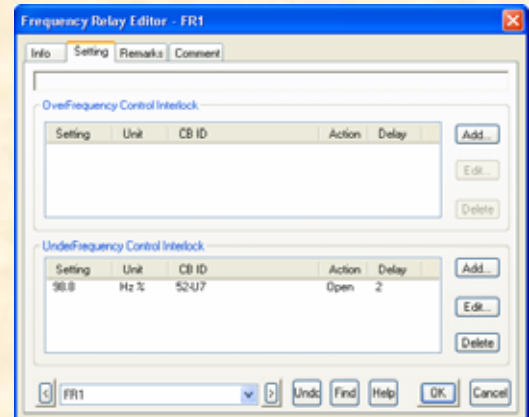

図 3
ここで、母線 B-FreqDrop に接続された周波数継電器(81) FR1 を、周波数が 98.8% 以下に 2 秒間継続した場合に、遮断器 52-U7 が開くように設定します。(図 3 参照)